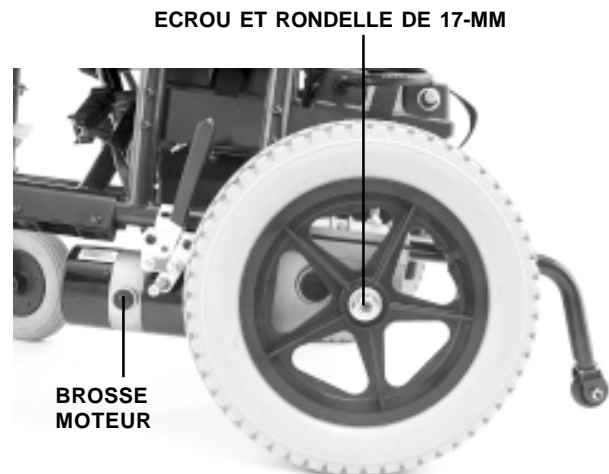

Figure 30. Emplacement écrou de roue et couvercle de brosse de moteur
3. Utilisez une douille de 17-mm pour enlever l'écrou et la rondelle de retenue de l'essieu. Voir la figure 30.